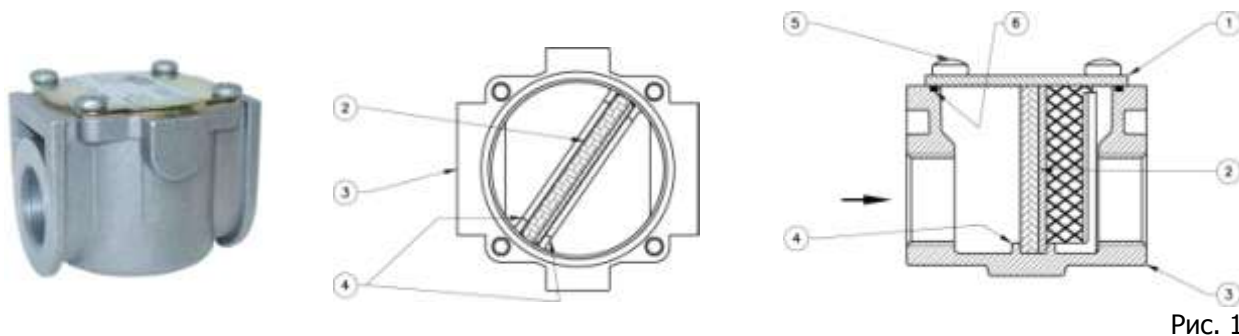

Рис. 1
Фильтры (рис. 1) состоят из: крышка (1); фильтрующий элемент (2); корпус (3); направляющие фильтрующего элемента (4); винты крепления крышки (5); уплотнительное кольцо (6).